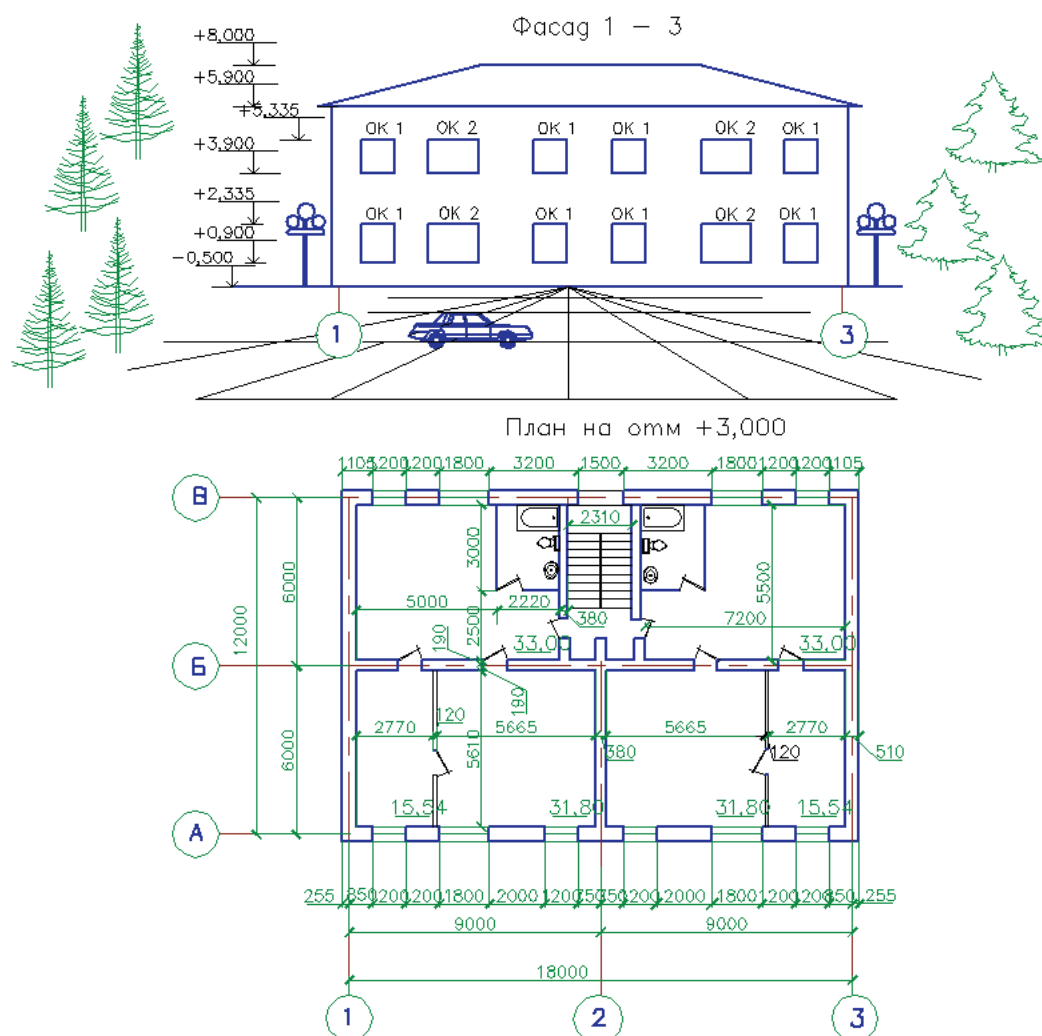
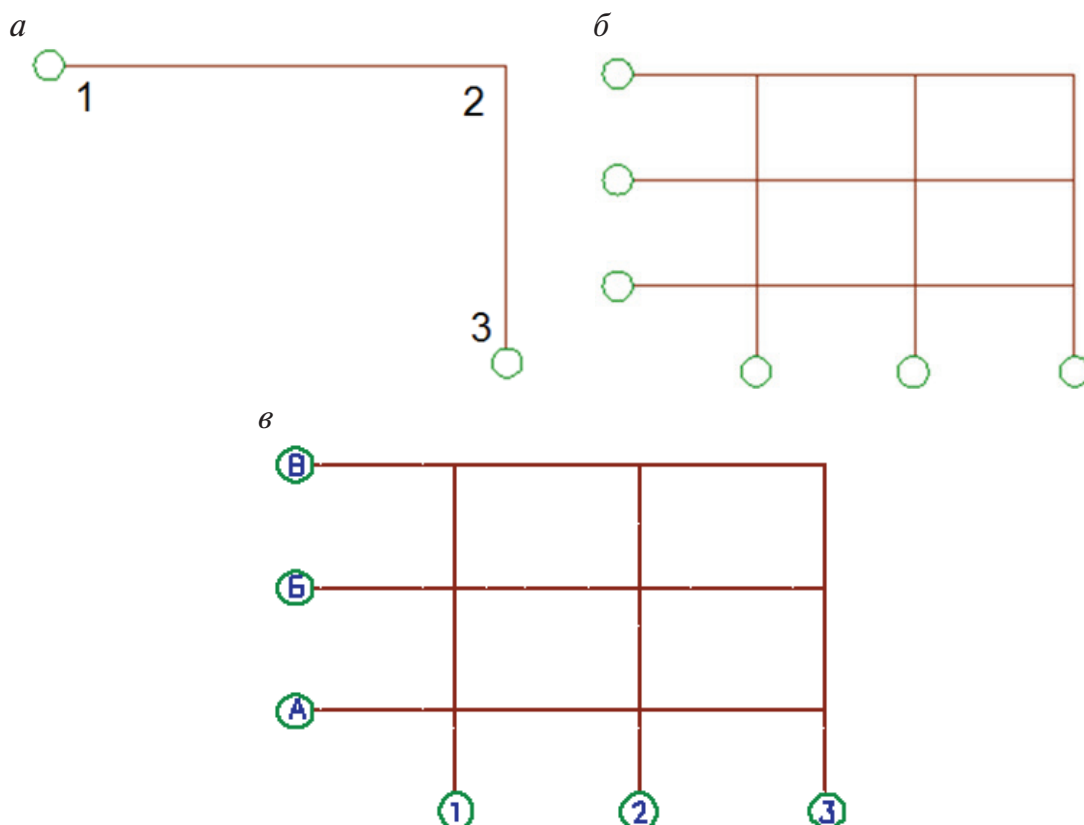
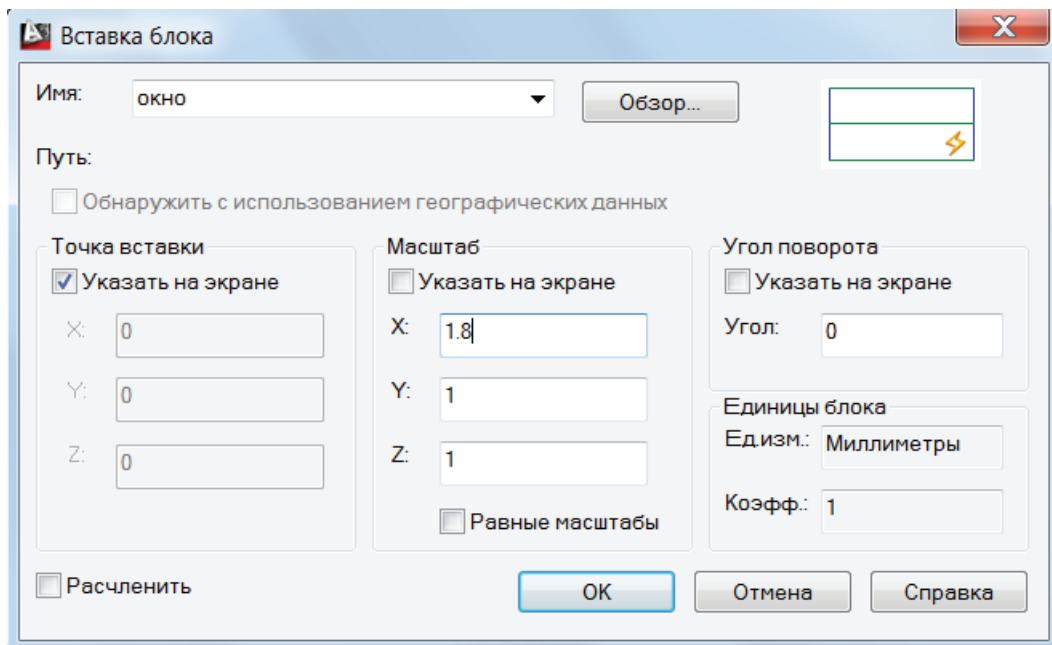
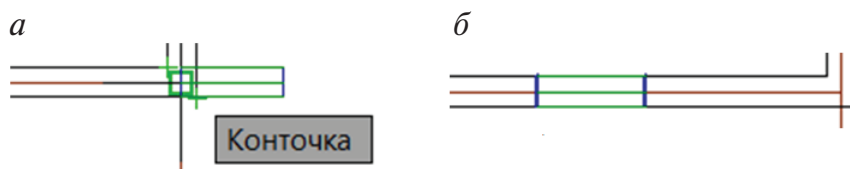

Рис. 142. Архитектурно-строительный чертеж здания
Рис. 143. Формирование сетки координационных осей:
Рис. 148. Диалоговое окно Вставка блока
Рис. 149. Этапы вставки блока Окно
*Строительными чертежами* называют чертежи, содержащие проекционные изображения строительных объектов или их частей и другие данные, необходимые для их возведения, а также для изготовления строительных изделий и конструкций (рис. 142).
В состав основного комплекта рабочих чертежей марки АР (архитектурно-строительное решение) включают планы этажей, подвалов, планы крыш, разрезы, фасады, узлы, фрагменты и другие чертежи. Рассмотрим один из вариантов создания плана и фасада здания (рис. 142) средствами компьютерной графики.
Первый этап — создание сетки координационных осей здания. Координационные оси наносят тонкими штрихпунктирными линиями с длинными штрихами и обозначают арабскими цифрами и прописными буквами русского алфавита в кружках диаметром 6–12 мм на листе (рис. 143). Сначала вычертим координационные оси В (отрезок 1–2) и 3 (отрезок 2–3) в масштабе 1:1 (рис. 143, а). Длины осей сделаем больше габаритных размеров здания на 4000 мм для возможности, в дальнейшем, формирования трех внешних параллельных цепочек размеров.
**ОТРЕЗОК Первая точка:** курсором укажите любую точку чертежа. Это точка 1 (см. рис. 143, а).
Построена точка 2 (см. рис. 143, а).
**КРУГ Центр круга или [3Т 2Т ККР (кас кас радиус)]**: курсором укажите центр круга в точке 1 (см. рис. 143).
Отключите режим ОРТО и копируйте круг в точку 3 (см. рис. 143, а).
Копируем координационные оси с кружками на конце, располагая их влево через 9000 мм, а вниз — через 6000 мм (рис. 143, б), используя команду Копировать в соответствии с рис. 143 и планом здания (см. рис. 142).
Командой Текст однострочный поставим марки осей (рис. 143, в).
Расставим окна на плане (см. рис. 142), используя команду Вставка блока (рис. 148, см. п. 2.4.3.3). Включите режимы Объектная привязка , Объектное отслеживание , Орто  щелчком по кнопкам строки состояния.
В диалоговом окне Вставка блока (рис. 148) выберем из списка блоков имя Окно, точку вставки Указать на экране. В области Масштаб снимите флажок Равные масштабы и укажите масштаб блока по оси X. Если окно 1800—1.8, если окно 1200—1.2 и т. д., ОК.
Открывается окно чертежа. Одновременно с курсором перемещается изображение блок-окно. Поставьте блок-окно в точку пересечения координационных осей — правый нижний угол здания (рис. 149, а), через несколько секунд включится объектная привязка Конточка, укажите направление смещения блока влево от правого угла здания и введите величину перемещения в соответствии с размерами на рис. 142. Результат выполнения команды Вставка блока показан на рис. 149, б.
Перетащите ЛКМ изображения ванны, умывальника, унитаза и дверей из файла *DesignCenter* в свой чертеж и расставьте их на плане в соответствии с рис. 142.